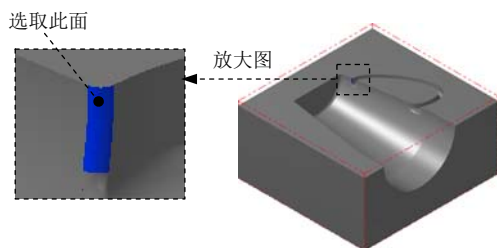
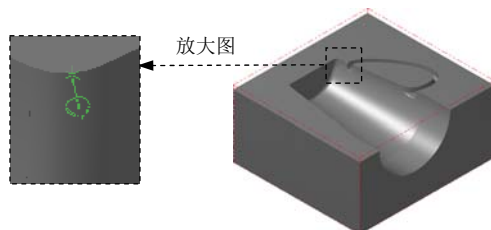

图 21.44 定义附着面
图 21.45 定义边界位置
(1) 选择命令。选择下拉菜单 **绘图(C)** $\rightarrow$ **曲面曲线(V)** $\rightarrow$ **单一边界(O)...** 命令。
(2) 定义附着曲面和边界位置。在图形区中选取图 21.44 所示的面为附着曲面, 此时在所选取的曲面上出现图 21.45 所示的箭头。移动鼠标, 将箭头移动到图 21.45 所示的位置单击鼠标左键, 此时系统自动生成创建的边界预览。单击 按钮完成指定边界的创建。